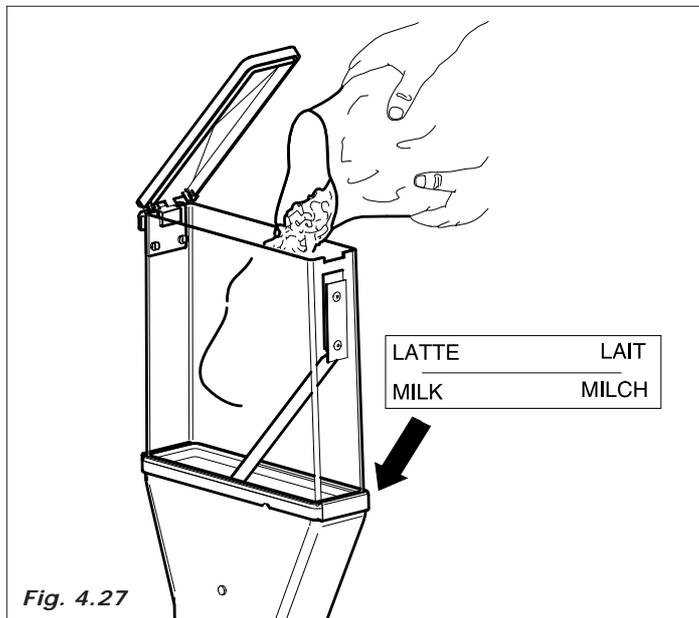

Fig. 4.27
- Quitar la tapa de todos los contenedores y colocar el producto adecuado según muestra el rótulo (Fig. 4.27)